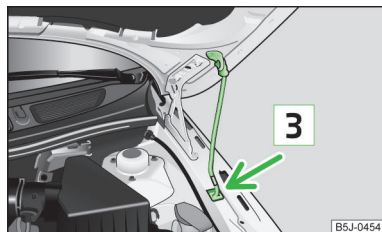

Fig. 125
- Luați tija de susținere din locașul ei și asigurați capota deschisă a motorului, introducând capătul tijei în orificiul prevăzut **3** » fig. 125.